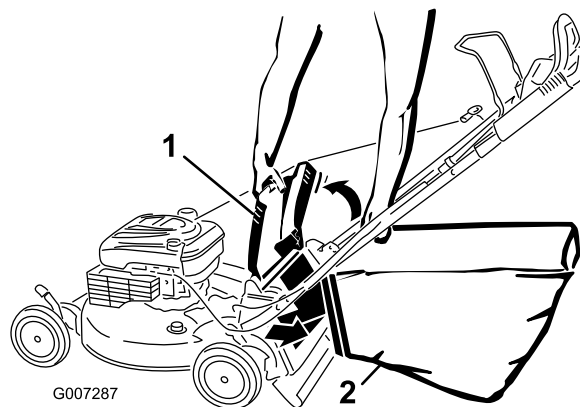

Figura 23
4. Appendete il bordo superiore anteriore del cesto di raccolta sulle apposite tacche (Figura 23).
4. Installate il coperchio di scarico posteriore (Figura 23).